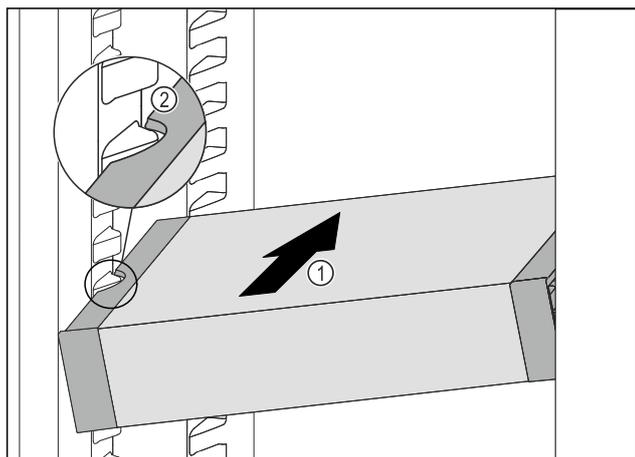

Fig. 93
- ▶ VarioSafe gurajte koso u hladnjak Fig. 93 (1) sve dok se bočni otvori Fig. 93 (2) ladice VarioSafe ne nađu na visini žlijeba spremnika u hladnjaku.